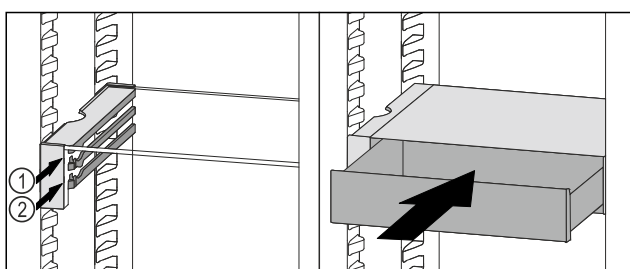

Fig. 164
- Placer le tiroir VarioSafe derrière les butées sur la nervure désirée Fig. 164 (1) ou Fig. 164 (2).